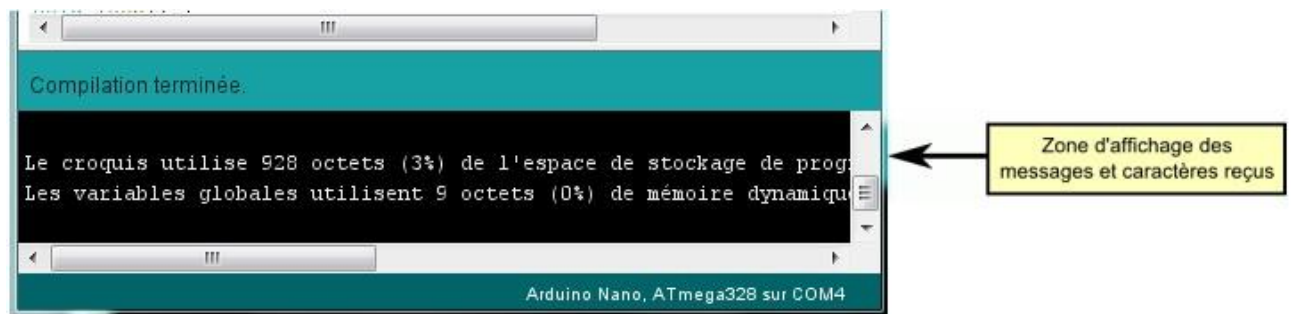

Figure 11. La console IDE Arduino.
- Si tout va bien, aucun message d'erreur ne doit apparaître dans la console et la zone de message doit afficher **Compilation terminée** attestant que la vérification s'est bien déroulée comme montre la figure. 11.